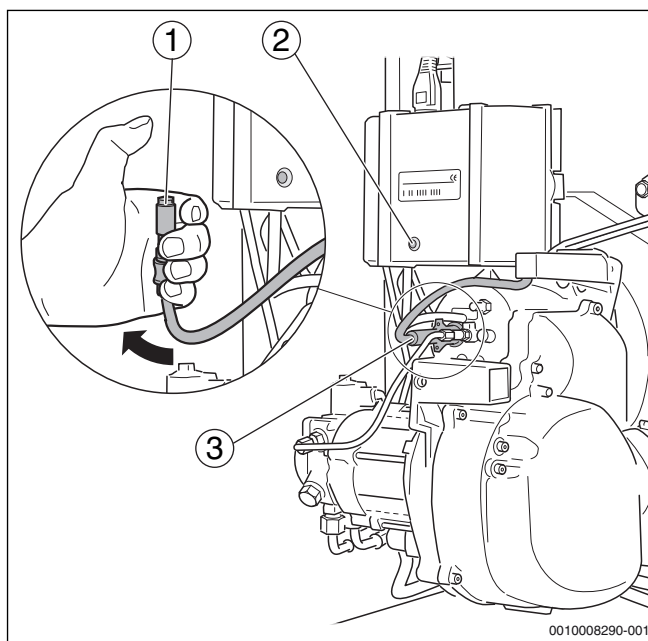

Fig. 28 Vérifier le fonctionnement du détecteur de flamme
- ▶ Retirer la sonde de détection de flamme de son support en la maintenant à la poignée prévue à cet effet, pendant le fonctionnement du brûleur (→ fig. 28, [3])
- ▶ Placer la sonde de détection de flamme face à la lumière (→ fig. 28, [1]). Après le redémarrage, il doit y avoir une mise en défaut.
- ▶ Après un délai d'attente d'env. 30 secondes, déverrouiller l'automate de combustion en appuyant sur la touche reset (→ fig. 28, [2]).